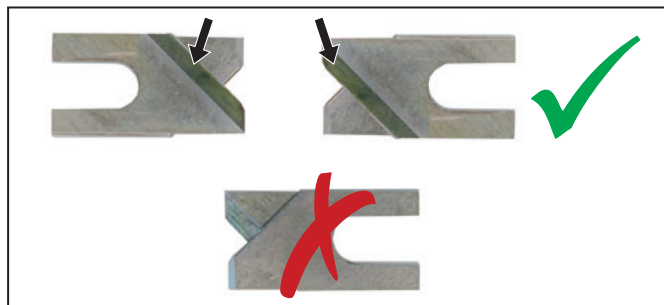

Figura 8.2 Posizione di montaggio del coltello spellafili
- ▶ Assemblare ogni nuova coppia di lame in modo che i bordi smussati puntino verso l'esterno, vedi Figura 8.2.